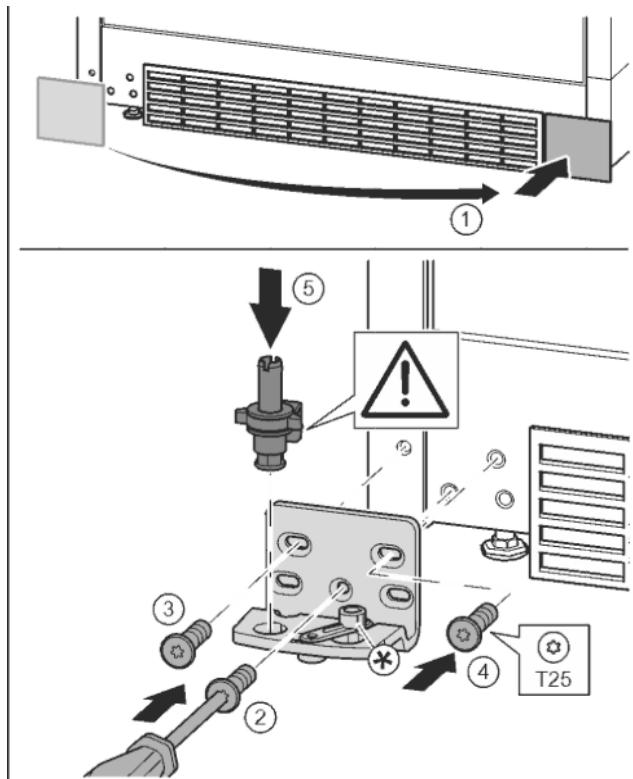

Fig. 16
- ▶ Enlever le cache et le mettre de l'autre côté. *Fig. 16 (1)*
- ▶ Poser le support de palier de l'autre côté et le visser à l'aide d'un tournevis T25. Commencer par la vis 2 en bas au milieu. *Fig. 16 (2)*
- ▶ Visser les vis 3 et 4. *Fig. 16 (3, 4)*
- ▶ Mettre en place l'axe de palier complet. Veiller à ce que l'ergot d'enclenchement soit orienté en arrière. *Fig. 16 (5)*